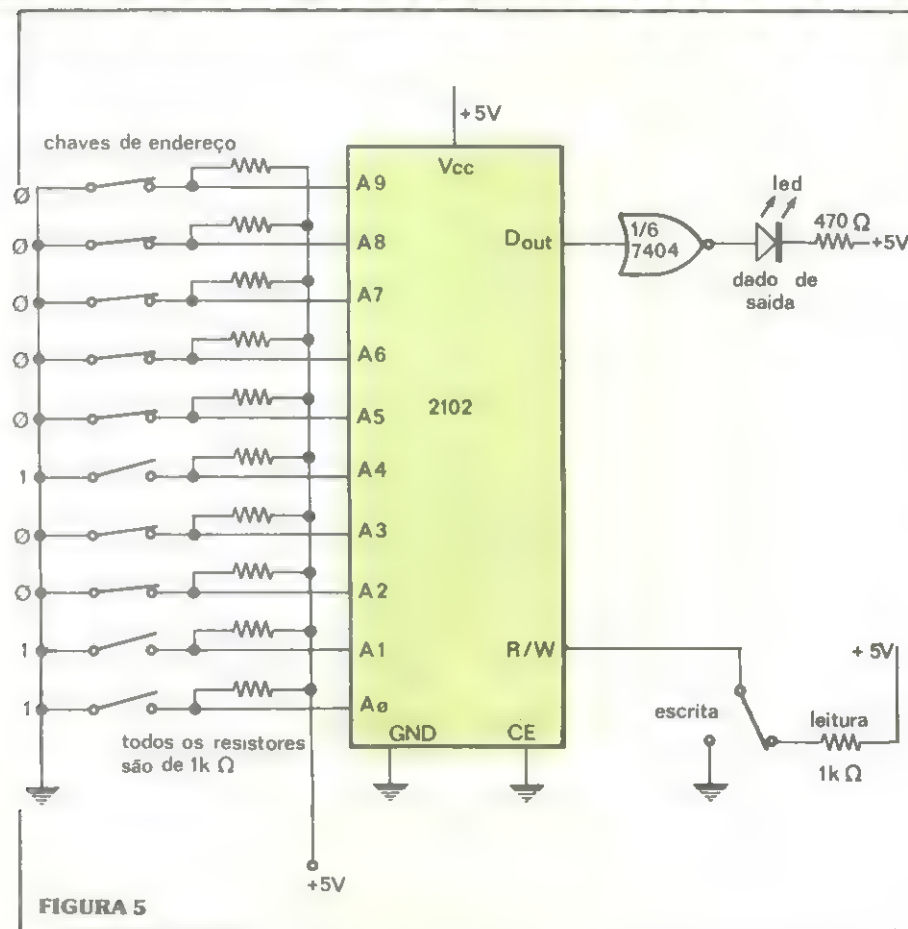

FIGURA 5
A) — Para ler o conteúdo da célula n.º 19 da memória, devemos seguir o esquema da figura 5 e as instruções abaixo: